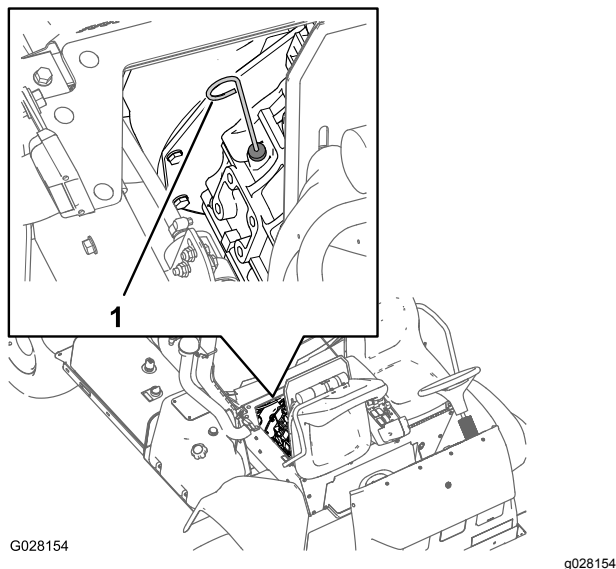

Figura 68
2. Retire la varilla, ubicada debajo del asiento del pasajero, y límpiela con un paño limpio (Figura 68).